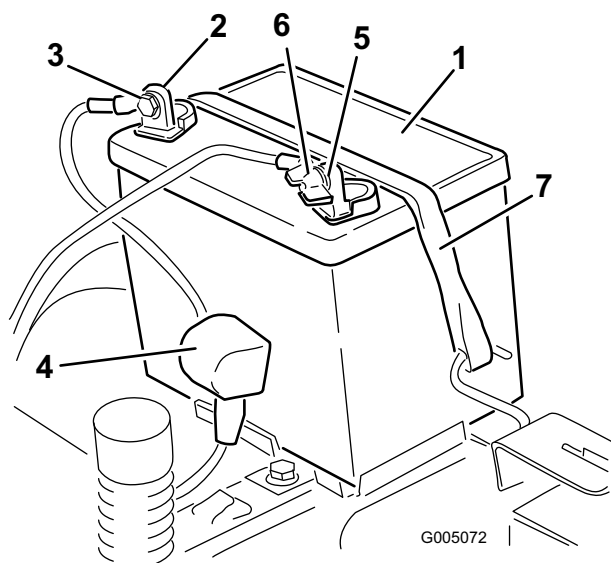

Figure 31
4. Débranchez le câble négatif (noir) de mise à la masse de la borne de la batterie (Figure 31). Mettez les fixations de côté.
- Repoussez le capuchon en caoutchouc sur le câble positif (rouge). Débranchez le câble positif (rouge) de la borne de la batterie (Figure 31). Mettez les fixations de côté.
- Enlevez la sangle de maintien de la batterie (Figure 31) et ôtez la batterie de son support.
- Placez la batterie dans son support en tournant les bornes vers la position de fonctionnement (Figure 31).
- Fixez la batterie en place à l'aide de la sangle de maintien (Figure 31).